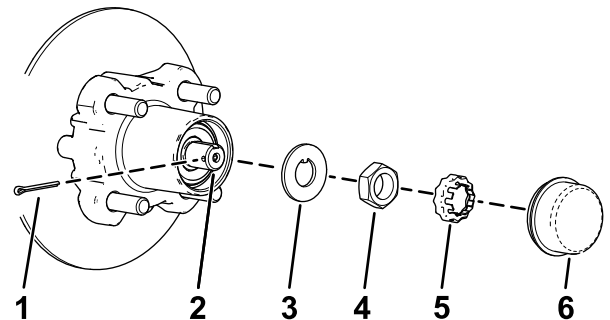
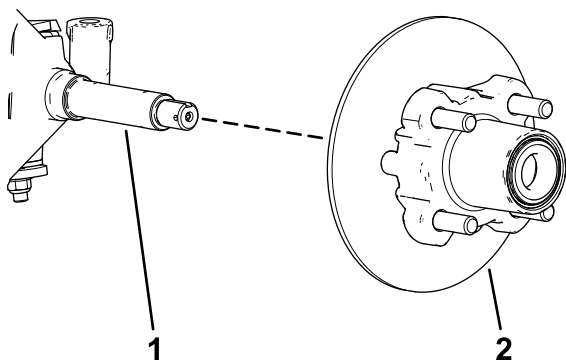

Bild 38
Bild 39
4. Nehmen Sie den Staubdeckel von der Radnabe ab (Bild 38).
5. Nehmen Sie den Splint und die Mutterbefestigung von der Spindel und der Spindelmutter ab (Bild 38).
6. Nehmen Sie die Spindelmutter von der Spindel ab und trennen die Radnabe und den Drehzylinder von der Spindel ab (Bild 38 und Bild 39).